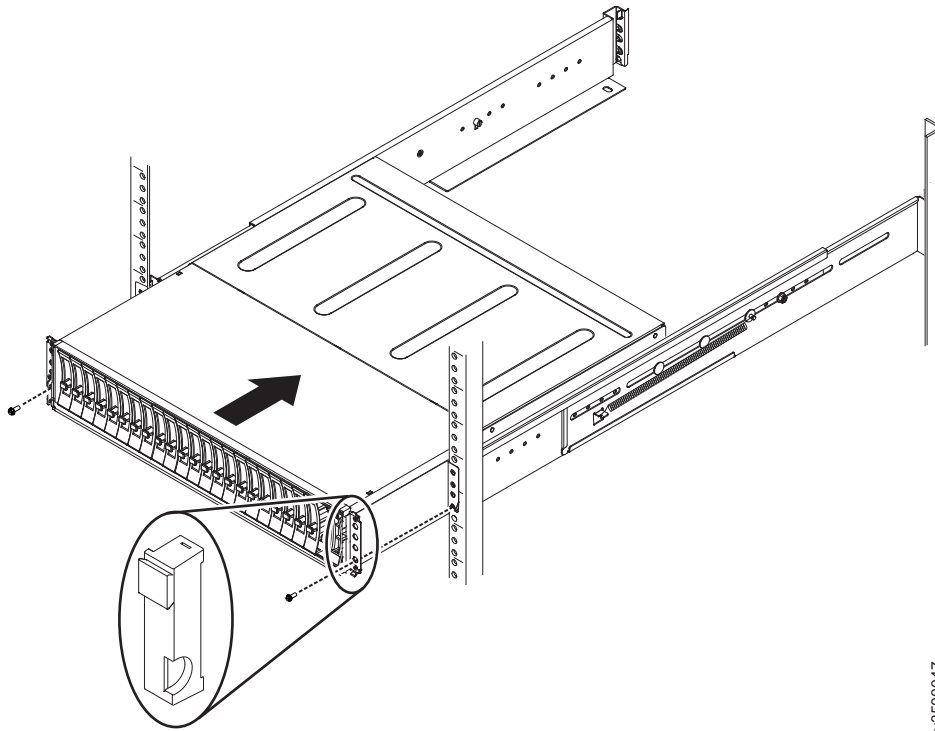

Figura 41. Inserindo o gabinete no rack
3. Deslize o gabinete cuidadosamente na direção do rack ao longo dos trilhos até que o gabinete esteja totalmente inserido (consulte Figura 41 na página 37).
5. Reinstale as tampas esquerda e direita. Consulte o Figura 41. A tampa de extremidade esquerda possui janelas de indicador que alinha os LEDs de status (diodo emissor de luz) na borda do gabinete.